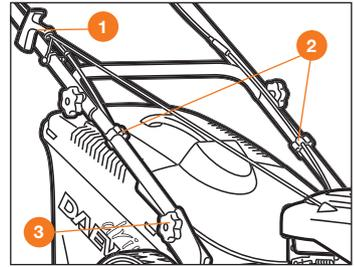

Рис. 2
- Для моделей без вертикального хранения, установите и закрепите при помощи барашковой гайки и крепежного болта ③ нижнюю рукоятку к корпусу газонокосилки на установочные места.
Расправьте тросы управления и закрепите верхнюю рукоятку на нижней при помощи болтов и барашковых гаек ③. Зафиксируйте тросы пластиковой клипсой ②. Прижмите рукоятку зажигания, вытяните ручку ручного стартера и установите ее в кронштейн ручки ① (Рис. 2).